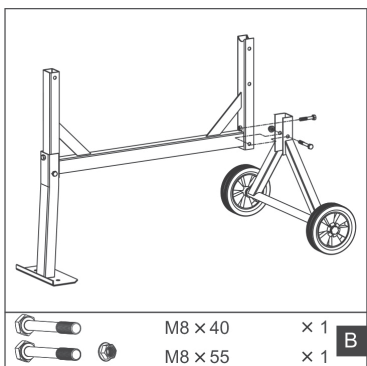

Fig.6
3. Plaats het wiel op het voorgemonteerde trommelframe. Zorg ervoor dat alle schroefverbindingen goed vastzitten. Gebruik de accessoires met het label (B), Fig. 6.